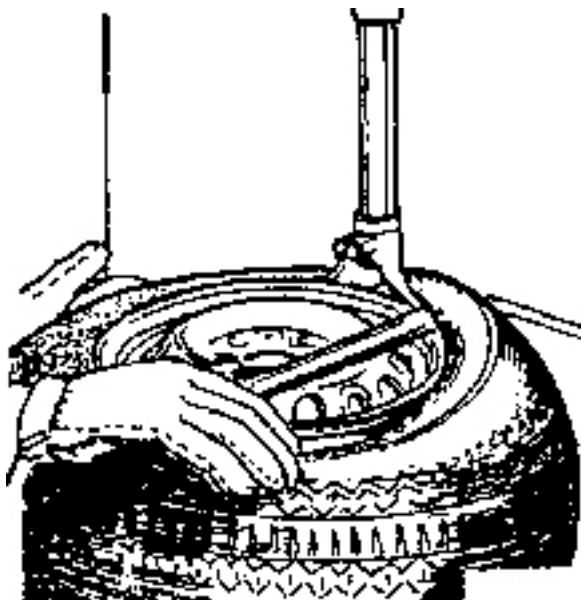

Рисунок 4
5. С помощью монтажной лопатки (рисунок 4), которую вставить через передний